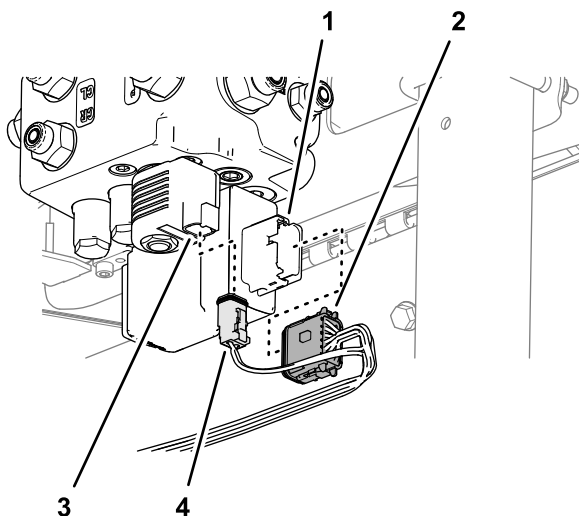

図 91
2. EHI A KEY (グレー) というラベルの付いた12ソケットワイヤハーネスコネクタをEHIステアリングバルブの12ピンコネクタに差し込みます (図 91)。
3. EHIソレノイド というラベルの付いた2ソケットワイヤハーネスコネクタをEHIソレノイドの2ピンコネクタに差し込みます (図 91)。